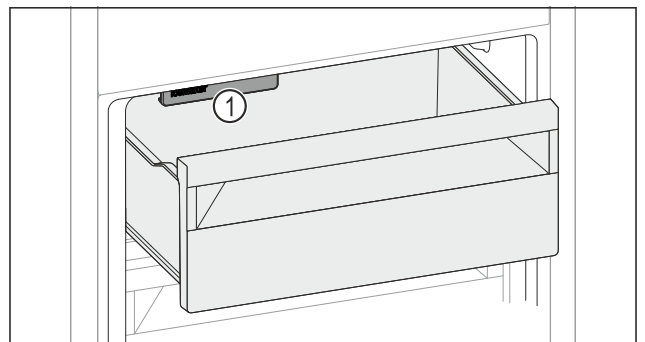

Fig. 111
- ▶ Vegye figyelembe az IceMaker-t Fig. 111 (1).